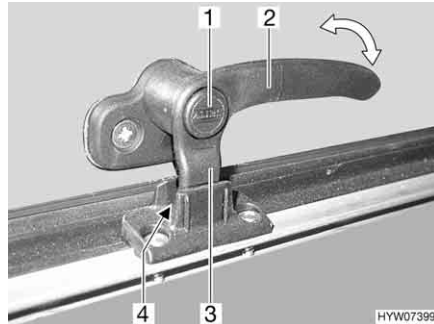
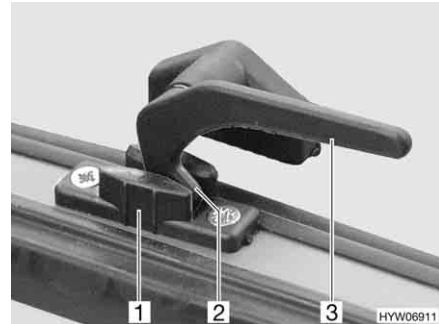

Fig. 69 Palanca de bloqueo con botón de seguridad en la posición de "ventilación continua"
Fig. 70 Palanca de bloqueo en la posición de "ventilación continua"
- En la posición "ventilación continua" (Fig. 69 y Fig. 70)
- Si existe, pulsar el botón de seguridad (Fig. 69,1) y mantenerlo pulsado.
- Girar la palanca de bloqueo (Fig. 69,2 ó Fig. 70,3) un cuarto de vuelta hacia la mitad de la ventana.
- Girar de nuevo hacia atrás la palanca de bloqueo. El saliente de bloqueo (Fig. 69,3 ó Fig. 70,2) de la palanca de bloqueo se ha de introducir para ello en el rebaje del bloqueo de la ventana (Fig. 69,4 ó Fig. 70,1).
- Si existe, soltar el botón de seguridad (Fig. 69,1).